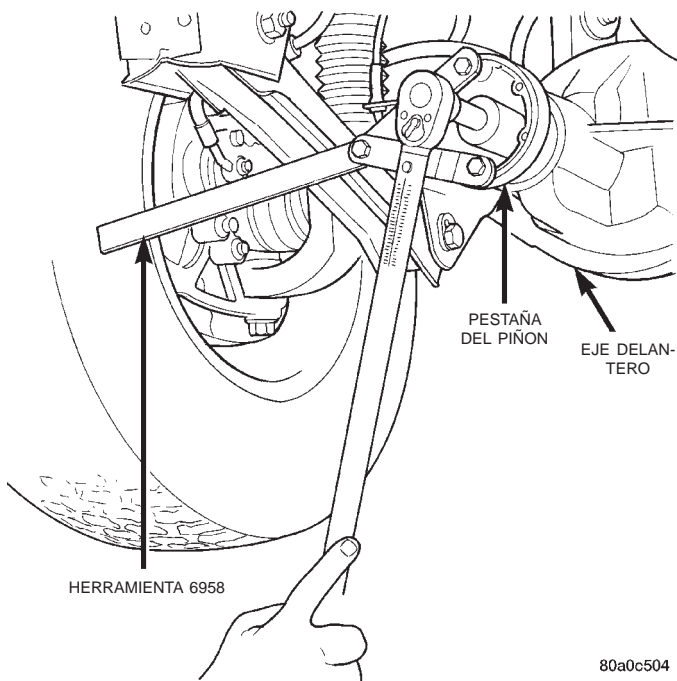

Fig. 18 Ajuste de la tuerca del piñón
(8) Con la herramienta de sujeción 6958 y un trozo pequeño de tubo de 25 mm (1 pulg.) y una llave de tensión fijada en 353 N·m (260 lbs. pie), aplaste el separador plegable hasta eliminar el juego longitudinal del cojinete (Fig. 18).